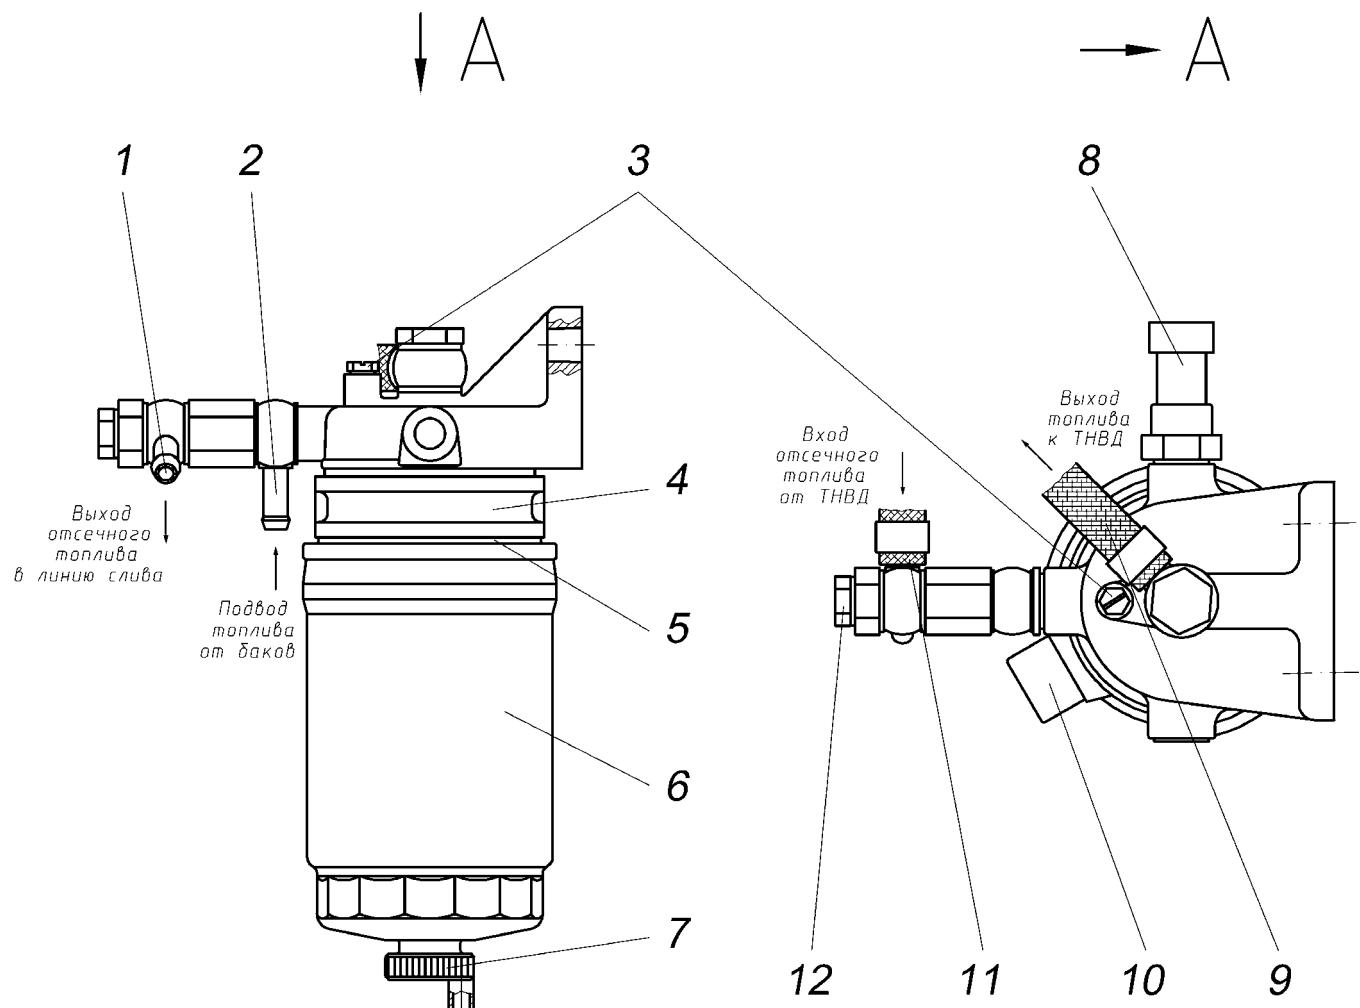

Рисунок 30 – Фильтр тонкой очистки топлива:
**Фильтр тонкой очистки топлива** (ФТОТ) (Рисунок 30) имеет важное значение для нормальной и безаварийной работы ТНВД и форсунок. Поскольку плунжер, втулка, нагнетательный клапан и элементы форсунок являются деталями премиум-класса, топливный фильтр должен задерживать мельчайшие абразивные частицы размером 3...5 мкм. Важной функцией фильтра является также задержание и отделение воды, содержащейся в топливе. Попадание влаги во внутреннее пространство ТНВД может привести к выводу последнего из строя по причине образования коррозии и износа плунжерной пары. Задержанная фильтром вода собирается в отстойнике фильтра, откуда должна периодически удаляться через сливную пробку 7. Слив отстоя из ФТОТ производить через каждые 5 000 км пробега автомобиля.